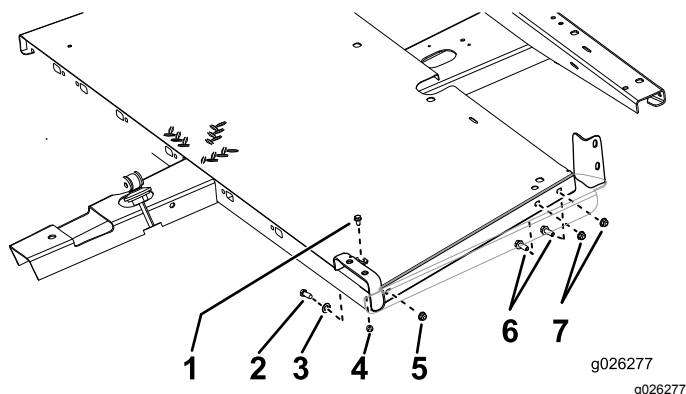

Figure 4
1. Montez les panneaux de plancher sur le cadre, comme montré à la Figure 4.